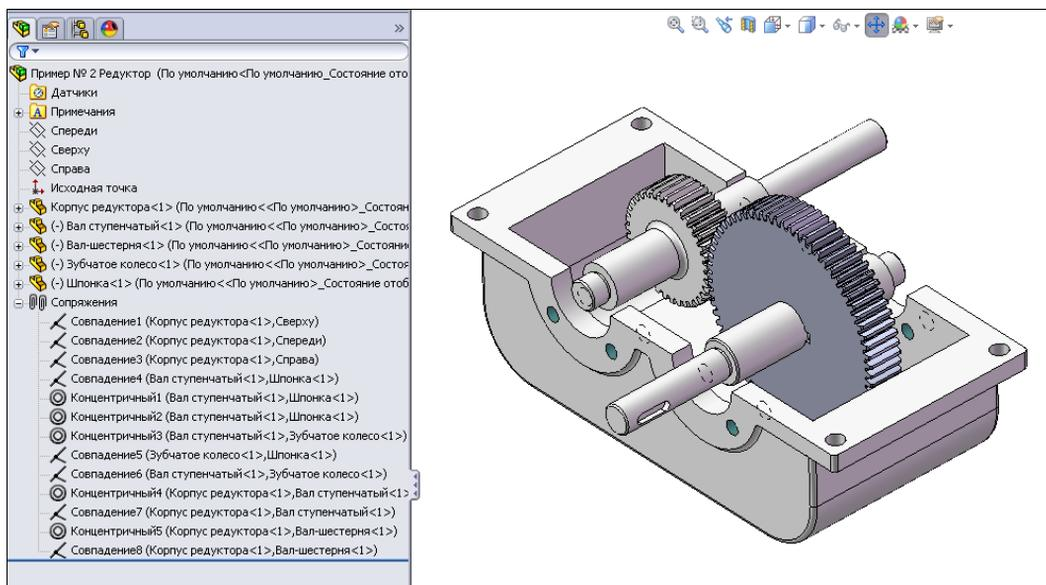

Рис. 6.34
- Аналогичным образом расположим вал-шестерню в корпусе редуктора, применив два сопряжения: концентричность цилиндрических поверхностей и совпадение торцевого бурта и плоской внутренней грани корпуса (рис. 6.34).